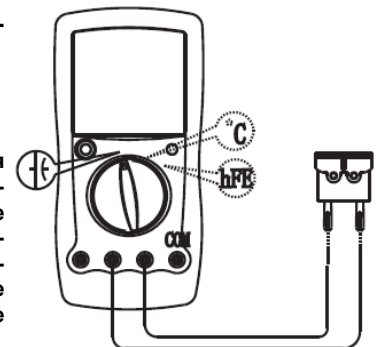

Рисунок 9
(см. Рисунок 9)
**I. Измерение частоты (UT-58C)** (см. Рисунок 9)